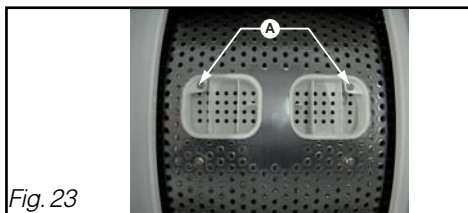

Fig. 23
- Dévissez et retirez les 2 vis **A** (empreinte TORX T20), l'aube tombe dans le tambour. Prenez la précaution de mettre une serviette éponge pour amortir sa chute (Fig. 23).